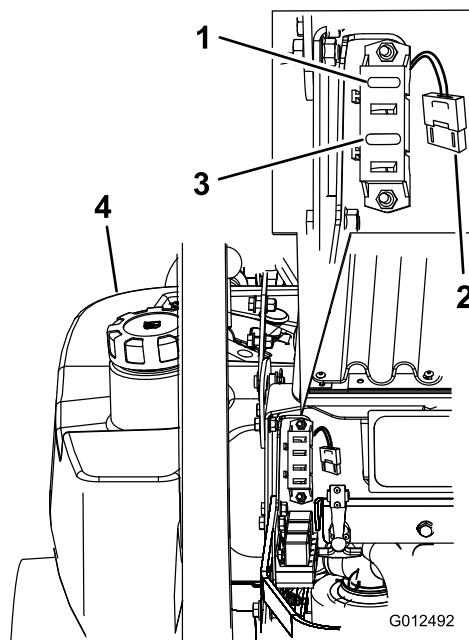

Figure 60
1. Déverrouillez et soulevez le capot pour accéder au porte-fusibles (Figure 60).
3. Remplacez le fusible (Figure 60).